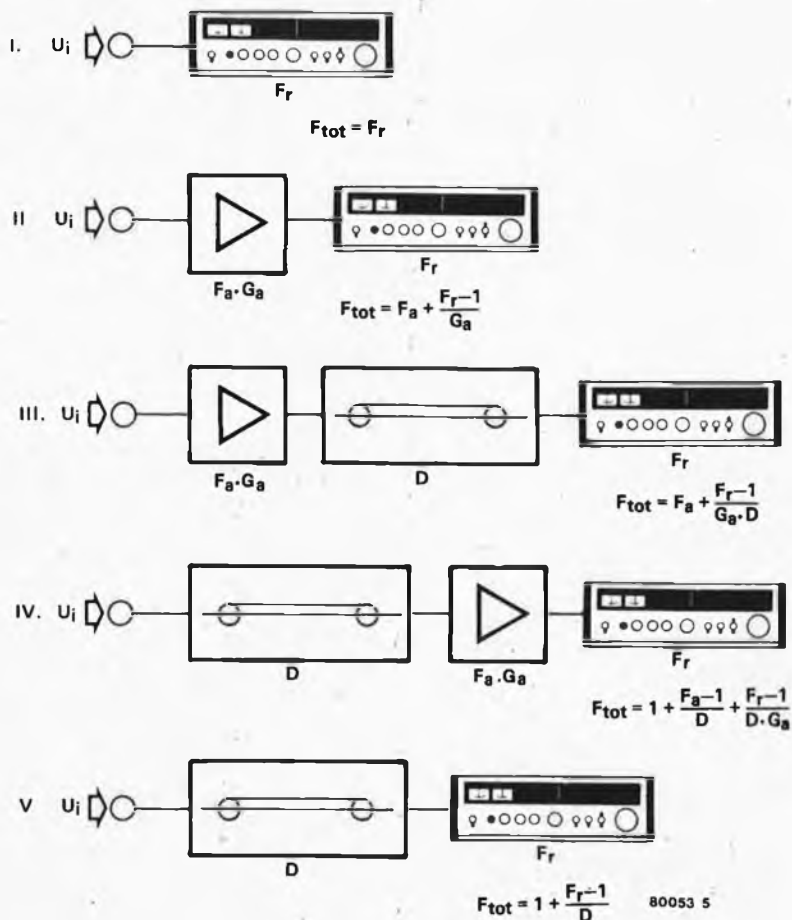
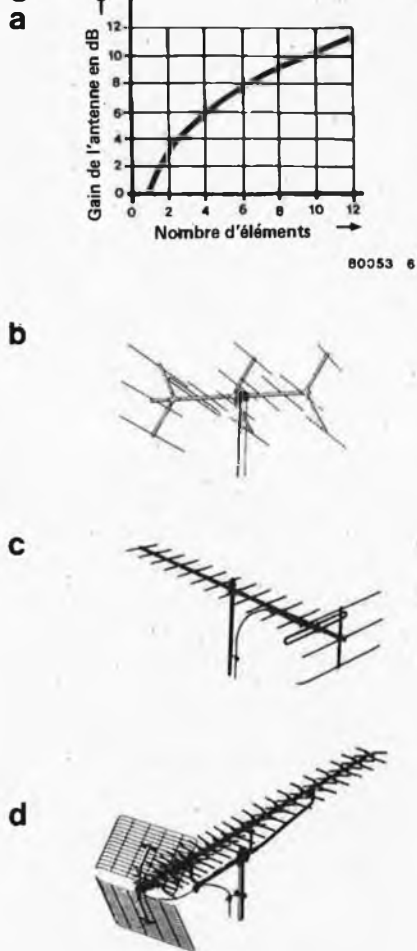

Figure 5. Comparaison des performances entre diverses configurations composées des éléments suivants:
Figure 6. La figure 6a représente le gain d'une antenne en fonction du nombre d'éléments. Les figures 6b à 6d illustrent les réseaux suivants:
La figure 5 compare plusieurs configurations utilisant les mêmes composants, à savoir:
Tableau 1. (voir la figure 5)
| Configuration (figure 5) | $F_{tot}$ ( $kT_0$ ) | Gain (dB) | Sensibilité 1) ( $\mu V$ ) | Signal sur bruit 2) (dB) |
Figure 5. Variation du niveau de bruit (F) du BFT 66 en fonction de la résistance de source, le courant de collecteur étant choisi comme paramètre (pour des fréquences de 10 et 800 MHz). L'élévation du niveau de bruit, résultant de l'augmentation du courant est relativement faible comparée à d'autres types de transistors, avantage appréciable pour un amplificateur d'antenne ou tout autre type d'amplificateur à large bande.
Figure 6. Variation du taux d'intermodulation en fonction du courant de collecteur pour une tension de sortie de 180 mV. Ce tracé met en relief le comportement du BFT 66 pour des signaux élevés.
Les figures 5 et 6, extraites des notices explicatives déjà mentionnées ci-dessus, sont respectivement les caractéristiques de bruit et d'intermodulation. La figure 5 représente les variations du niveau de bruit (à des fréquences de 10 et 800 MHz) en fonction de la résistance de source, le courant de collecteur étant pris comme paramètre. Pour une résistance comprise entre 50 et 75Ω et un courant de collecteur de 10 mA, le niveau de bruit est inférieur à 3 dB, même à 800 MHz. Le graphe de la figure 6 nous montre les variations du taux d'intermodulation en fonction du courant de collecteur. Pour effectuer ces mesures, on a appliqué deux signaux d'entrée pouvant fournir une tension de sortie de 180 mV. Le taux d'intermodulation est défini comme étant la différence de niveaux entre les signaux d'entrée et le signal intermodulé de sortie (exprimés en dB). Pour des courants variant entre 2 et 10 mA, ce rapport augmente continûment avec le courant pour se stabiliser finalement aux environs de 60 dB, pour un courant de 10 mA. Un accroissement supplémentaire du courant n'apportera aucune modification à ce tracé, qui n'est qu'une indication du comportement du circuit à signaux élevés.